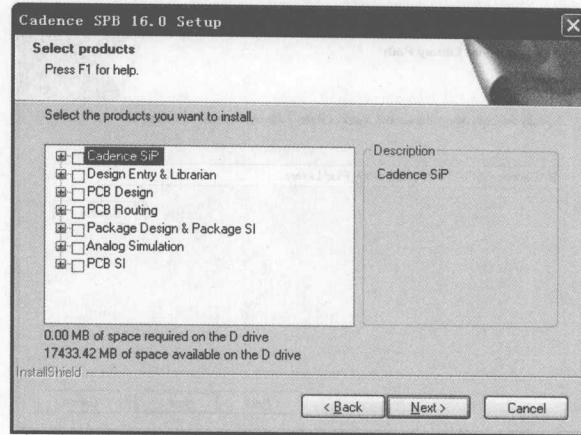

图1-19 选择产品对话框
(15) 将文本框内容更改为“D:\Cadence\SPB_16.0”，单击 **Next >** 按钮，出现选择产品对话框，如图 1-19 所示。